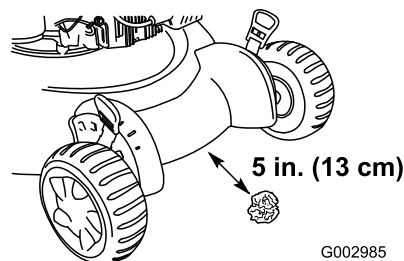

Рисунок 28
4. Поместите газетный шарик в точку на расстоянии примерно 5 дюймов (13 см) перед газонокосилкой (Рисунок 28).